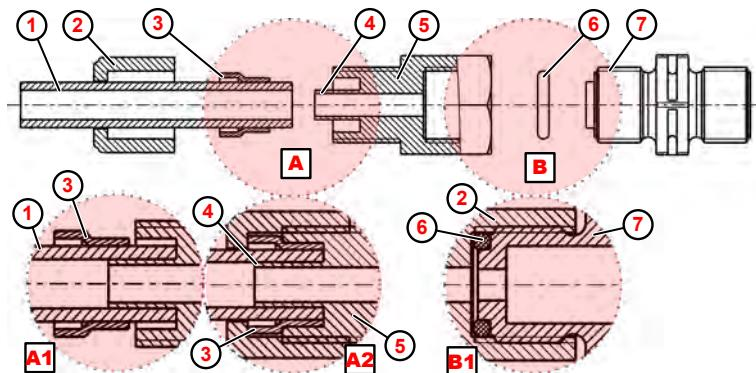

Fig. 7 : Raccord de conduit et flexible avec douille d'appui intégrée
1. Placer le joint torique ( Fig. 7 , ⑥ ) dans la rainure de la soupape d'aspiration ou de refoulement ⑦ .
2. Serrer le raccord à visser ⑤ (détail B1).
3. Couper droit le flexible ① .
4. Enfiler l'écrou-raccord ② sur le flexible ① .
5. Enfiler l'anneau de serrage ③ sur le flexible ① .
6. Pousser le flexible ① jusqu'en butée sur la douille d'appui ④ (détail : A1 ).
7. Serrer le raccord à visser ⑤ (détail A2).